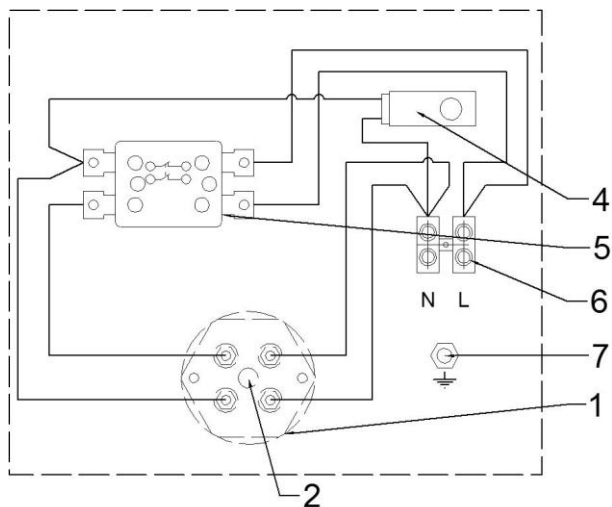

Рис.1
- Баллон терморегулятора вставить в гильзу электронагревателя до упора (см.рис.1 поз.2)